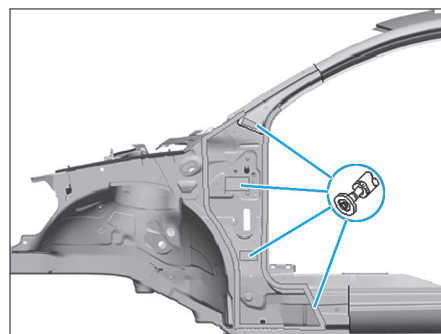

FIG. 50
- Préparer les zones d'accostage, éliminer entièrement les restes de colle et poncer à nu les surfaces de collage (Fig.50).